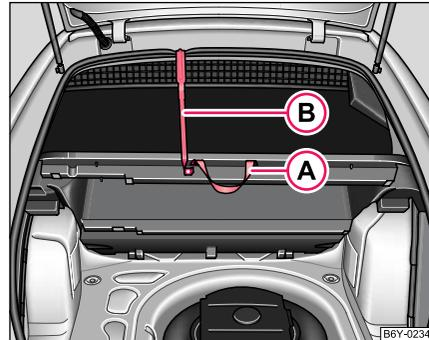

Abb. 173 Laderaumboden mit Kunststoffhaken befestigen
- Den Laderaumboden am Griff (A) anheben und mit dem Kunststoffhaken (B) (befindet sich unter dem Laderaumboden) am Heckklappenausschnitt befestigen ⇒ Abb. 173. ■